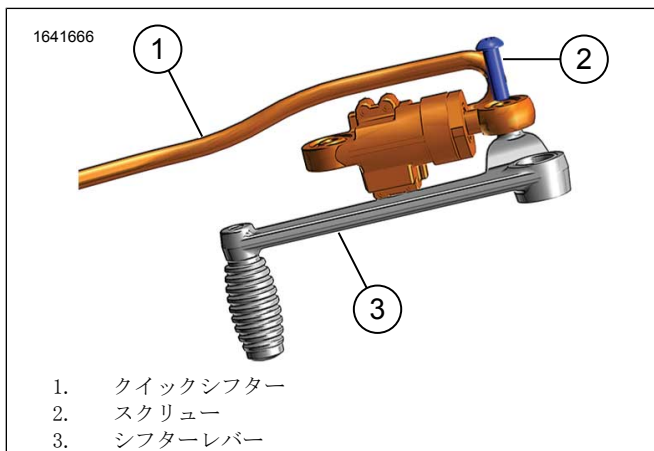

図3。クイックシフターをシフターレバーに取り付ける
1. 図3を参照してください。クイックシフターセンサー(1)をスクリュー(2)でシフターレバー(3)に取り付けます。締め付ける。